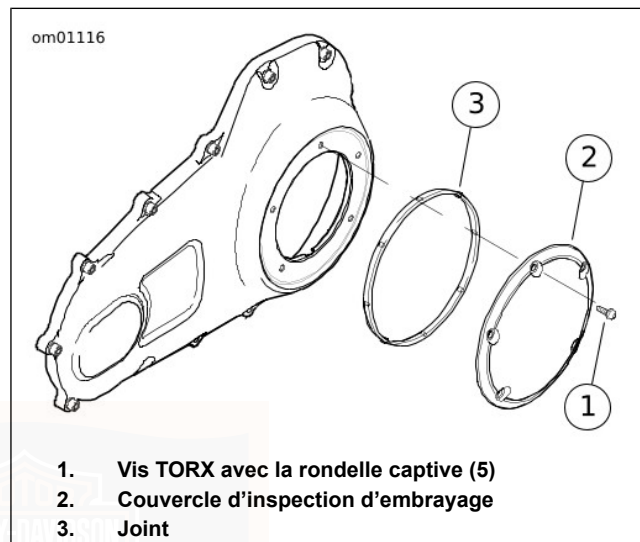

Figure 54. Couvercle d'embrayage
3. Voir Figure 54. Retirer les cinq vis (avec rondelles captives) pour enlever le couvercle d'inspection de l'embrayage du couvercle du carter de chaîne primaire.